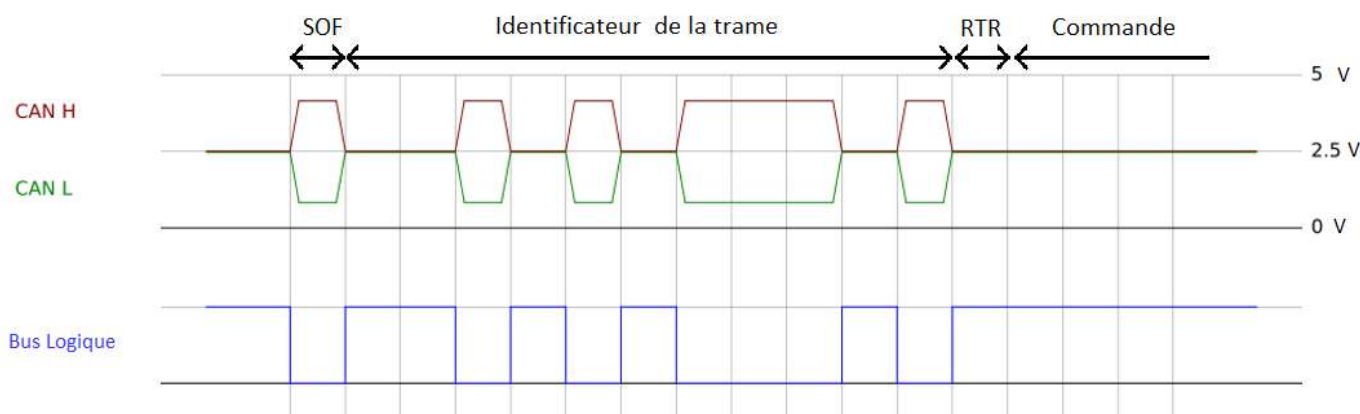

Figure 11 : Trame CAN
- Le début de trame matérialisé par 1 bit (SOF, voir figure 11),
- b) *La valeur de l'identificateur de la trame (figure 11) en binaire est égale à : 110101000101*